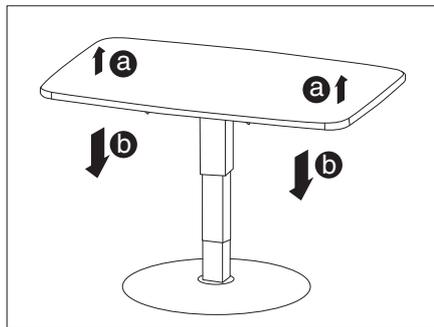

Fig. 56 Table à hauteur réglable
- Soulever brièvement le plateau de table (Fig. 56, a) puis le pousser vers le bas (Fig. 56, b), jusqu'à ce que la hauteur souhaitée soit atteinte.